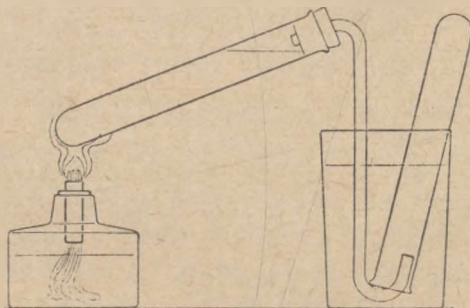

Рис. 87. Нагревание раствора перекиси водорода.
*Задача 3.* Налейте почти полную пробирку 3% раствора перекиси водорода, нагрейте ее и соберите немного выделяющегося газа в пробирку над водой (рис. 87). Испытайте его тлеющей лучинкой.